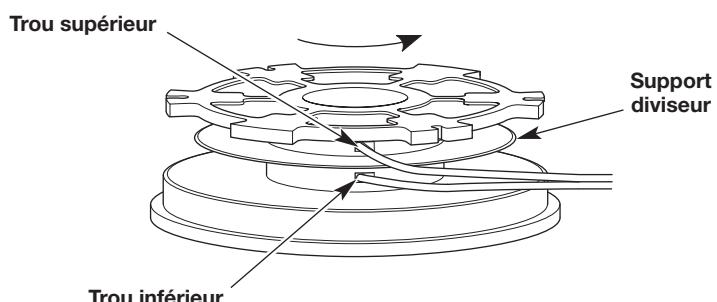

Fig. 15
- En utilisant une extrémité fendue, insérez un fil dans le trou supérieur et l'autre dans le trou inférieur du moulinet (Fig. 15).